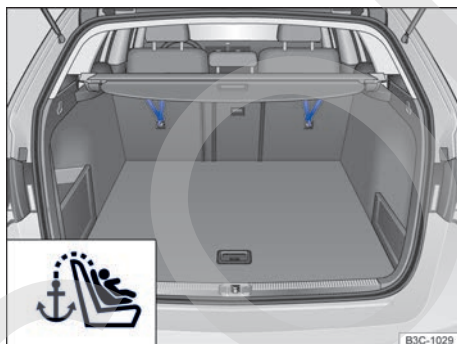

Fig. 62 En el maletero: cinturones de fijación superiores enganchados (Variant).
- *Variant*: Guíe el cinturón de fijación superior del asiento para niños hacia atrás, en dirección al maletero, y engánchelo en la argolla de sujeción correspondiente marcada como Top Tether → fig. 62.